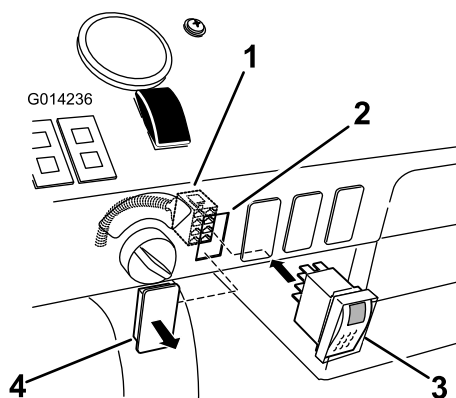

Bild 27
1. Ermitteln Sie die Abdeckung für den Spülbehälterschalter am Armaturenbrett (Bild 27). Es ist die erste Abdeckung von der Zündung.
- Nehmen Sie die Abdeckung vom Armaturenbrett ab (Bild 27) .
- Befestigen Sie den Schalter durch das Armaturenbrett am Anschluss (Bild 27).